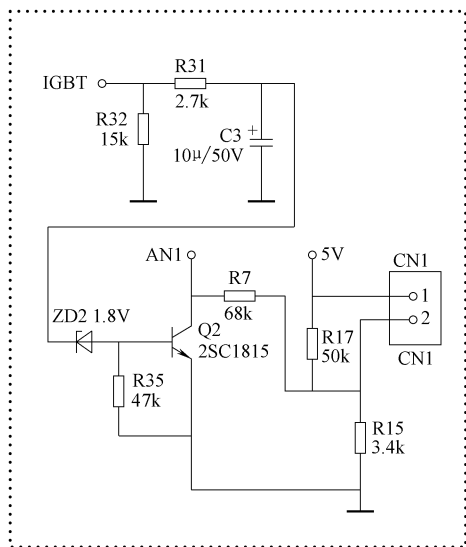

图 4-107 R31 相关电路截图
**维修笔记** R31 相关电路截图如图 4-107 所示。